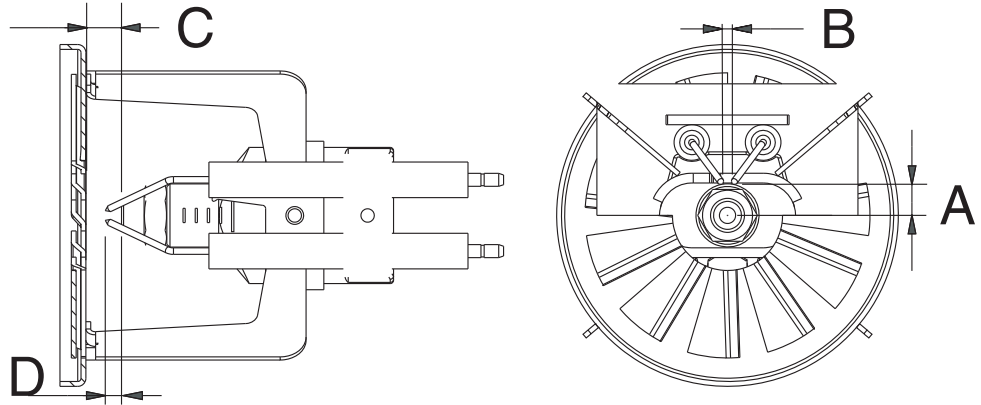
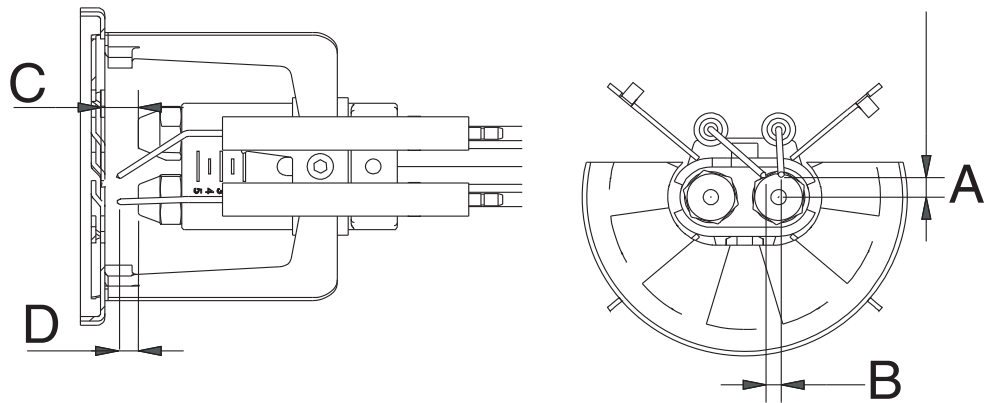

Fig. 34
Fig. 35
- Desmontaje, examen y limpieza cabeza de combustión (pag. 20), durante el montaje respetar escrupulosamente las tolerancia explicadas en Fig. 34 - Fig. 35.
A fin de garantizar un buen encendido es necesario respetar las medidas (en mm) reportadas en las Fig. 35 - Fig. 34.